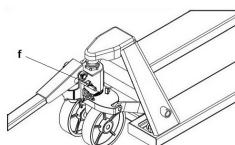

Figure 3
- Abaisser la poignée en position horizontale et débloquer le ressort en extrayant l'embout (f) (Figure 3).Garder l'embout. L'utiliser pour bloquer le ressort en cas d'intervention sur la pompe.